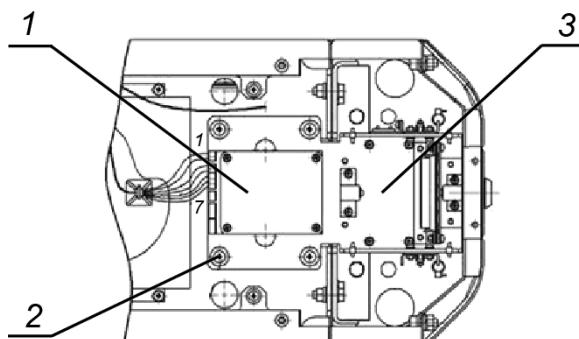

Рисунок 14. Механизм картоприемника
Для переустановки механизма картоприемника (3, рис. 14) необходимо выполнить следующие действия (номера позиций даны в соответствии с рис. 2), если не указано отдельно:
8. Демонтируйте механизм картоприемника (3, рис. 14) – крепится четырьмя винтами M5x20 (2, рис. 14) – и установите его на противоположную сторону, закрепив на основании этими же винтами.